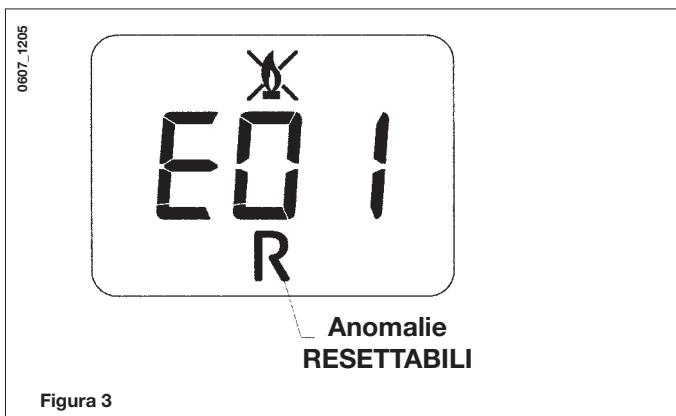

Figura 3
**IMPORTANTE:** Verificare periodicamente che la pressione, letta sul manometro, ad impianto freddo, sia di 0,7 - 1,5 bar. In caso di sovrappressione agire sul rubinetto di scarico caldaia, nel caso sia inferiore agire sul rubinetto di caricamento della caldaia (figura 3).